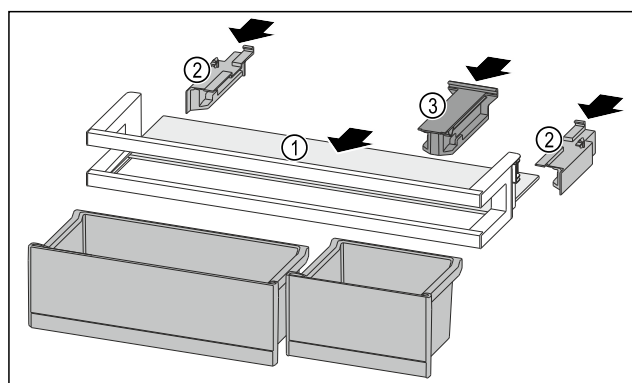

Fig. 142
- ▶ Tolja be a tárolólapot Fig. 142 (1) az oldalsó bemarásokba.
- ▶ Helyezze be az oldalsó részeket Fig. 142 (2).
- ▶ Helyezze be a tartóelemet Fig. 142 (3).